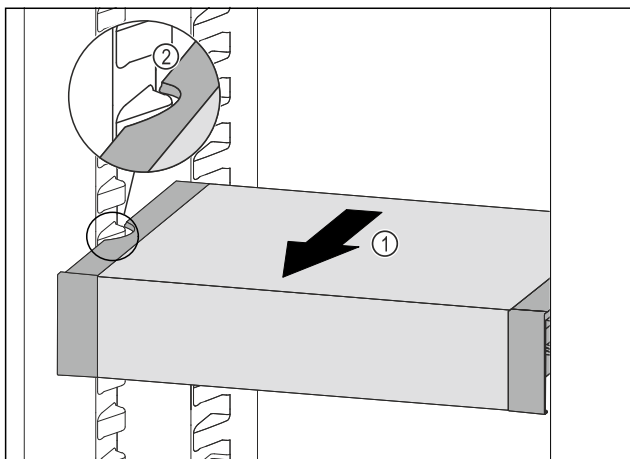

Fig. 200
- ▶ Húzza előrefelé a VarioSafe fiókot annyira Fig. 200 (1), hogy a VarioSafe oldalsó kivágásai a hűtőrészben a tartóborða magasságában legyenek. Fig. 200 (2)